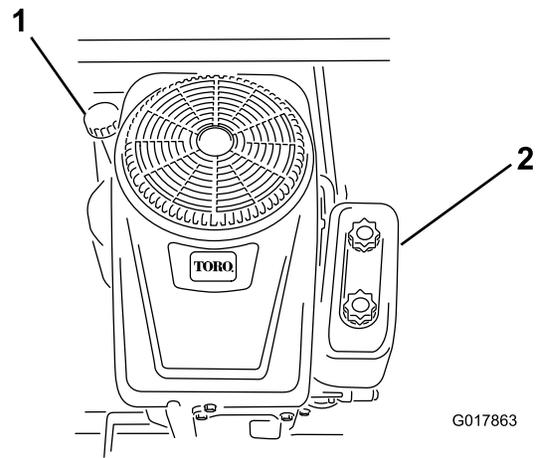

Bild 30
4. Reinigen Sie den Bereich um den Ölpeilstab (Bild 30), damit kein Schmutz in den Einfüllstutzen gelangen und den Motor beschädigen kann.
6. Gießen Sie ca. 80 % der angegebenen Ölmenge langsam in den Einfüllstutzen (Bild 30). Prüfen Sie den Ölstand; siehe Prüfen des Ölstands“.